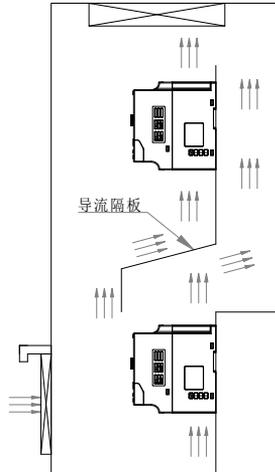

图 2-2 多台变频器的安装示意图
- (3) 多台变频器采用上下安装时,中间应用导流隔板如图 2-2 所示。